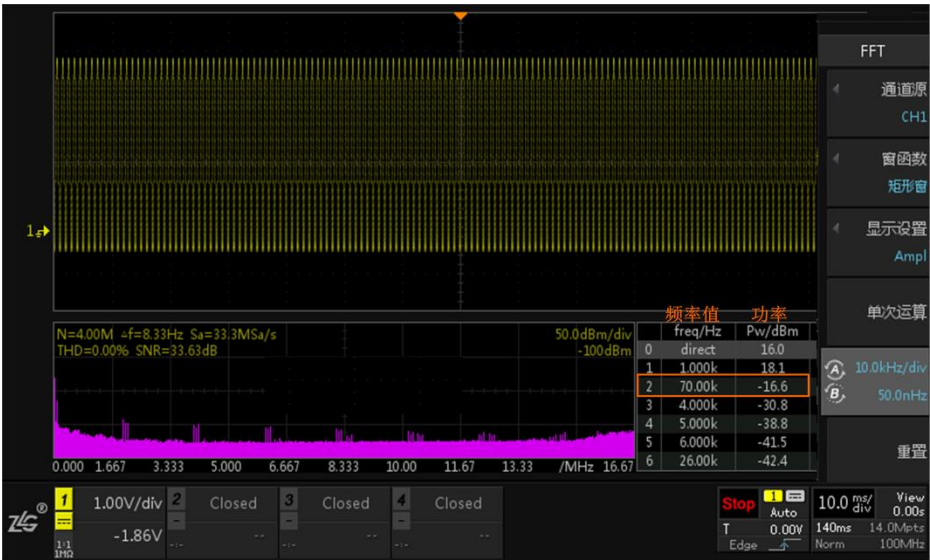

图 18-10 FFT 分析结果
- 3、点击“多功能控制区”中的【FFT】进入 FFT 分析界面，配置【通道源】、【窗函数】、【显示设置】后，在停止状态【Stop】下进行计算，结果如下图 18-10 所示；从图中可以看到除了直流分量和第一次谐波，分析出频率为 70KHz 的干扰谐波，可从表中分析出波形中所掺杂的谐波信号和其对应的 dBm 值等信息，方便对信号进行异常分析和异常滤除。